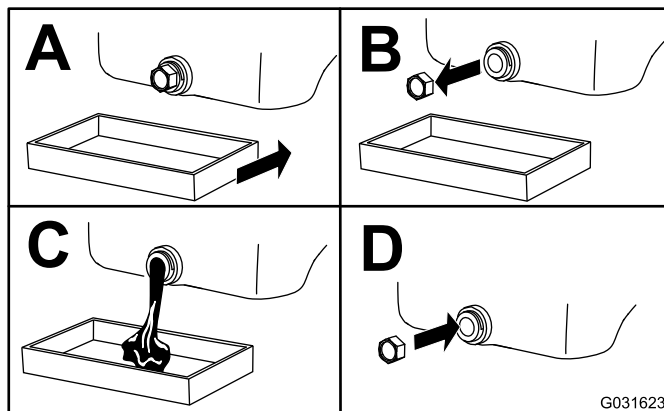

Рисунок 38
3. Замените масло (Рисунок 38).